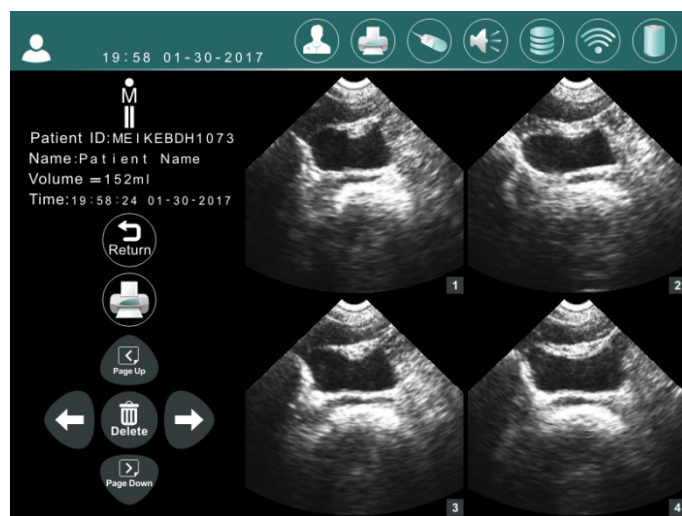

Bild 7-15 Vy för detaljerad data för sparade mätningar
7.11.1 Bild 7-15 visar detaljer för sparade mätningar